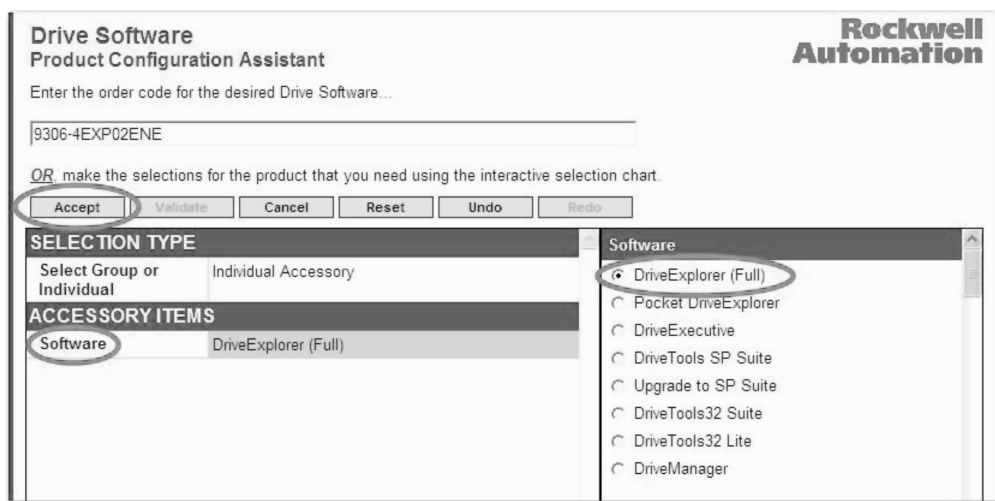

图 26-122 软件设置图
5. 单击“软件”（Software）项。选择列表中的第一个选项（Drive Explorer），然后单击“接受”（Accept）按钮，如图 26-122 所示。